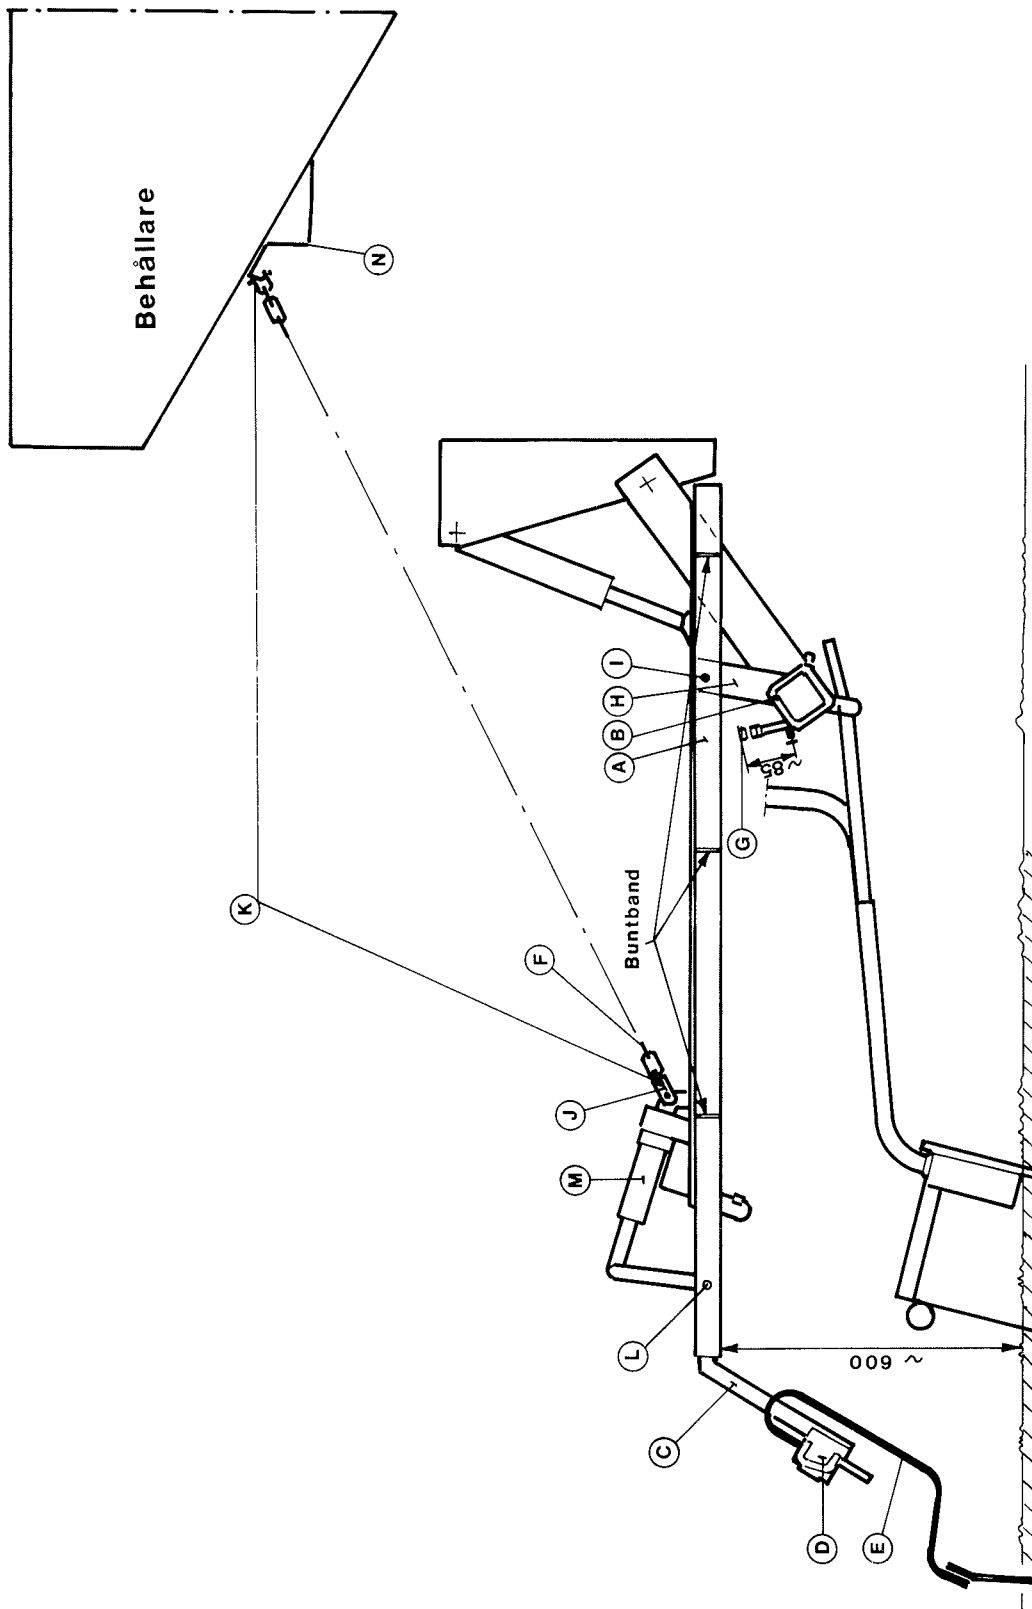
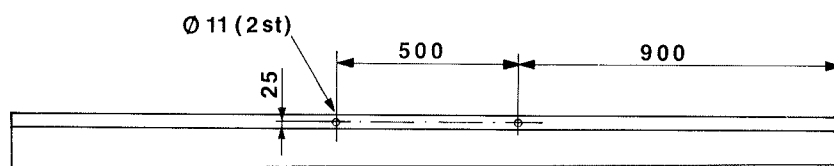

Fig. 72
Fig. 73
2. Montera stativfäste (B) enl. fig. 72 på billbalkens mitt. Avståndet från centrum till centrum på fästena skall vara 250 mm. Kontrollera att skruven (G) är justerad så att måttet ungefär blir 85 enl. fig. 72.
3. Montera stativ (A) genom att bakifrån föra in stativet mellan billrören och in i de av fästörönen (H) bildade klykorna. Vid fastsättning åtdrages skruvarna (I) (M16, L = 90 mm) lätt så att ledrörelsen ej hindras.
4. Montera kättingarna (F) mellan behållarens bakbalk (N) och fästjärn (J) så att avståndet från marken till stativets underkant är ca 600 mm. Vid fastsättning av kätting i bakbalk och fästjärn användes schacklar (K). Om det inte finns förborrade hål i bakbalken måste hål borraras enl. fig. 73.
På en del maskiner är bakbalken inte förborrad så att man kan fästa schacklarna. Hål måste då borras enl. fig. 73.